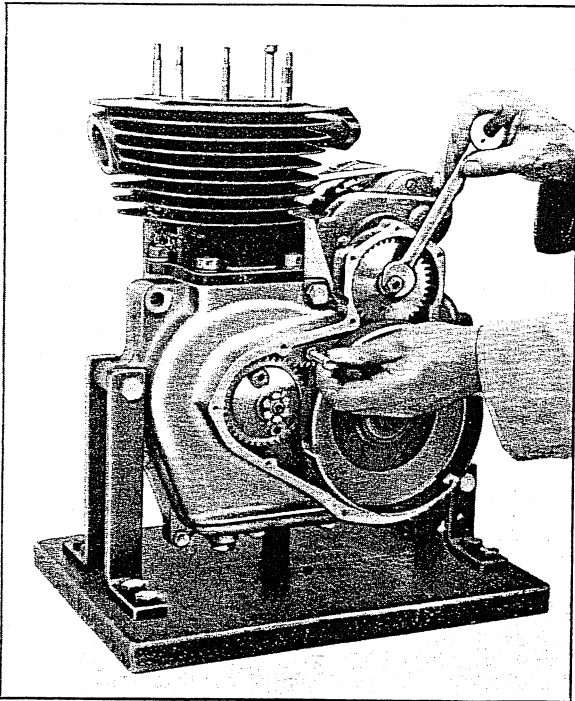

Fig. 17.
- Placer le petit secteur à la partie supérieure des pignons pour caler le tout (voir fig. 17).